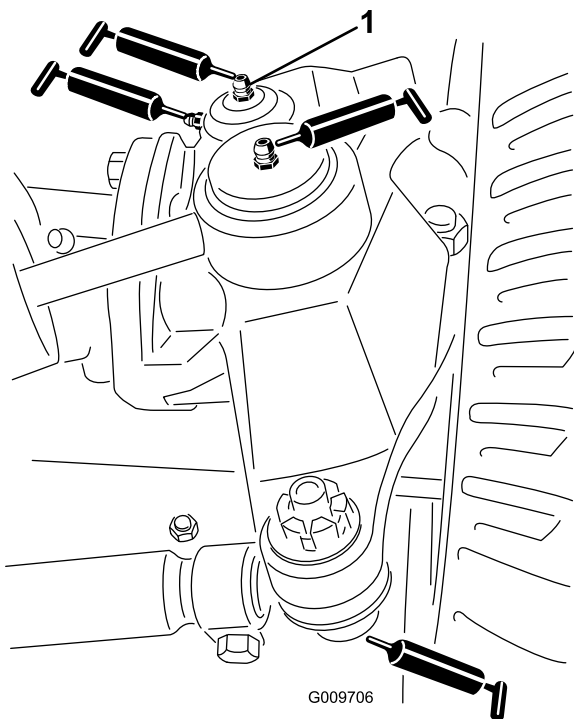

図 45
- 図 45に示す、ステアリングシリンダのボールジョイント 2ヶ所
- 図 45に示す、タイロッドのボールジョイント 2ヶ所
- 図 45に示す、キングピンのブッシュ2ヶ所